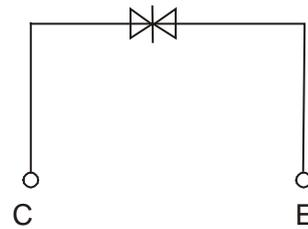
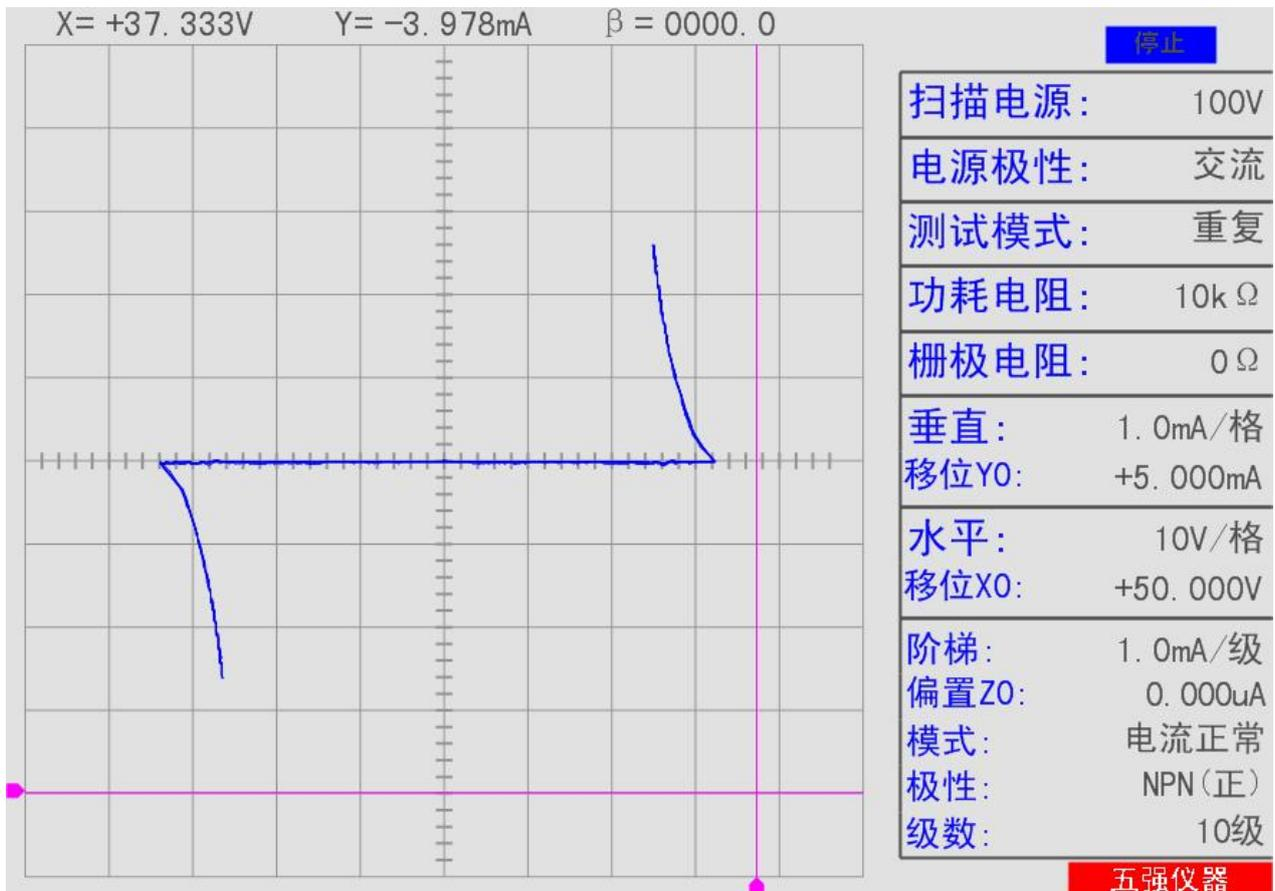

图 48
图 49: DB3 双向触发二极管特性
6.17 DB3 双向触发二极管测试，连接见图 48，特性曲线见图 49，（“设置” — “数字滤波设置” — “电流滤波设置” — 关，“电压滤波设置” — 关）